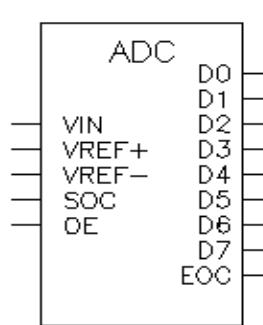

Рис.14.1
14.2.1. Ознакомьтесь с условным обозначением и назначением выводов АЦП (ADC), приведенным на рис.14.1.